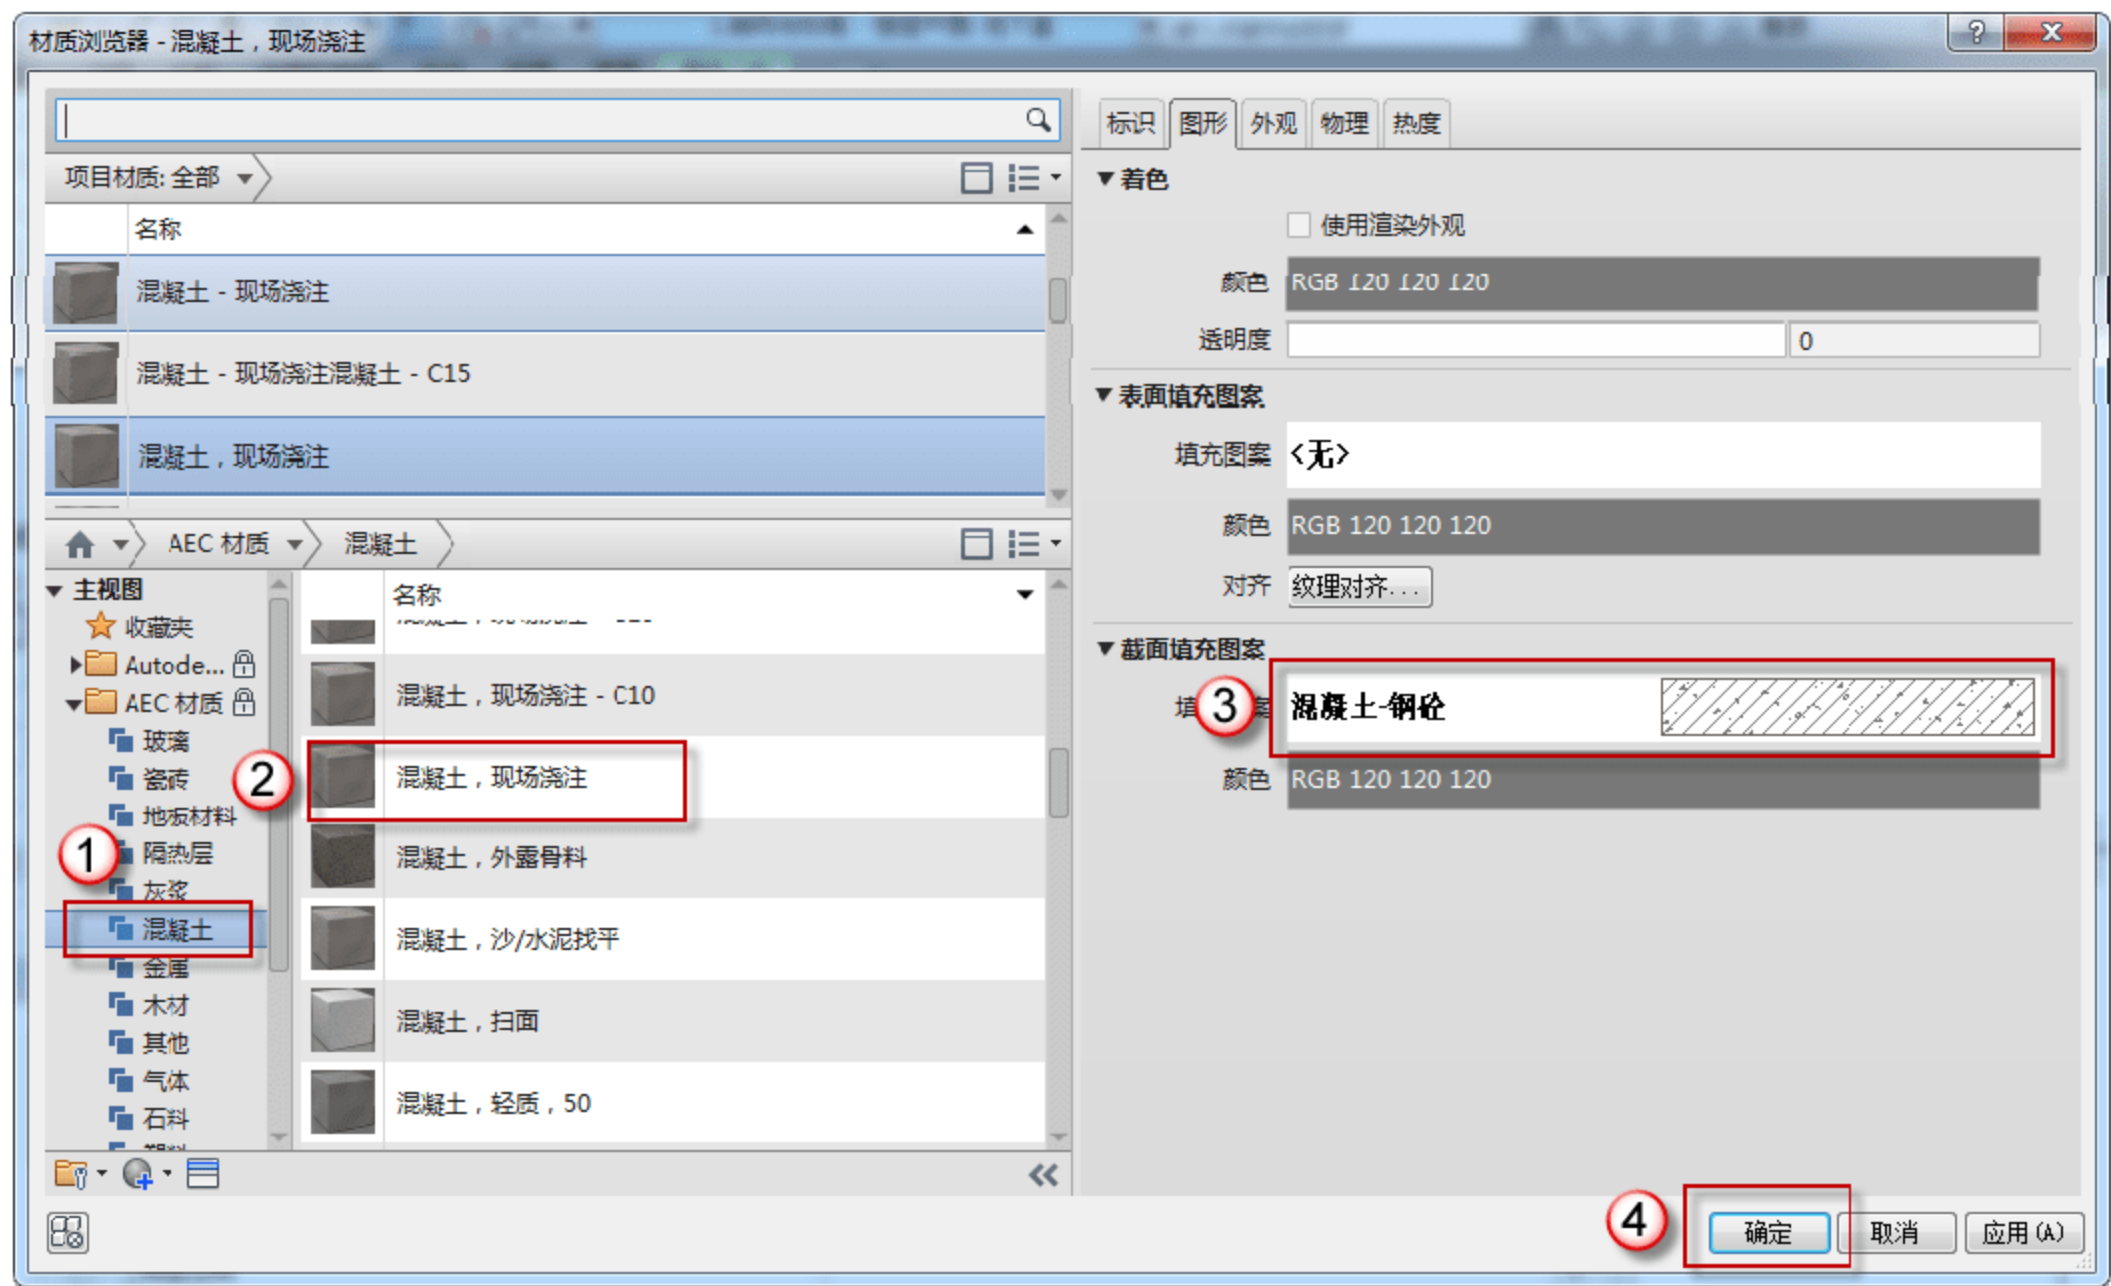

图 9.1.6 添加材质
(6) 添加“600mm×600mm”柱的材质。在返回的“类型属性”对话框的“材质与装饰”栏，单击“按类别”按钮，在弹出的“材质浏览器”对话框中，在“AEC 材质”下选择“混凝土”→“混凝土，现场浇注”，在“截面填充图案”中选择“混凝土-钢砼”图案，单击“确定”按钮，如图 9.1.6 所示。